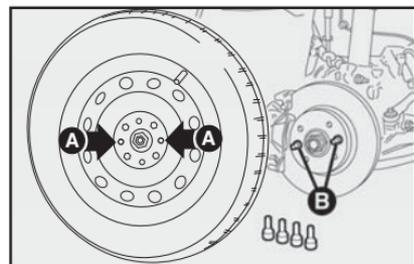

fig. 16
8) Montar a roda sobressalente, encaixando os furos A-fig. 16 com os respectivos pinos B.